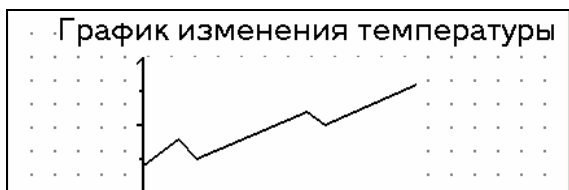

Рис. 7.12. Экран «График»
12.1 Создать надпись «График изменения температуры» (см. рис. 7.12). Приемы ввода текста описаны в п. 4.1.8.